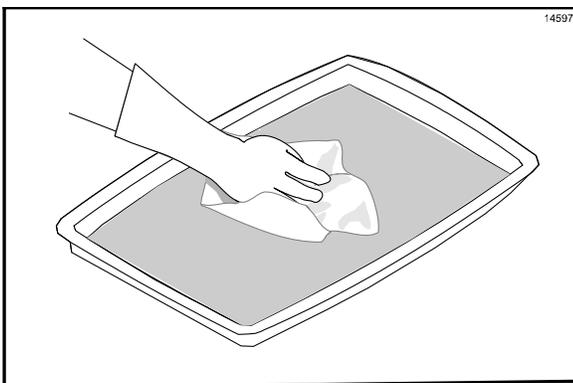

Figura 43
10. Sumerja un paño para parrillas limpio, mojado con solución desinfectante, en el limpiador para parrillas. No sature el paño. (Vea la figura 43.)